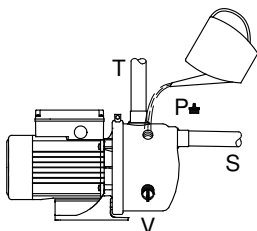

Fig. 5 Llenado de la bomba con agua
Extraiga el tapón (V) (véase la fig. 5) y ajuste la válvula eyectora al orificio.
1. Extraiga el tapón (P). Véase la fig. 5.